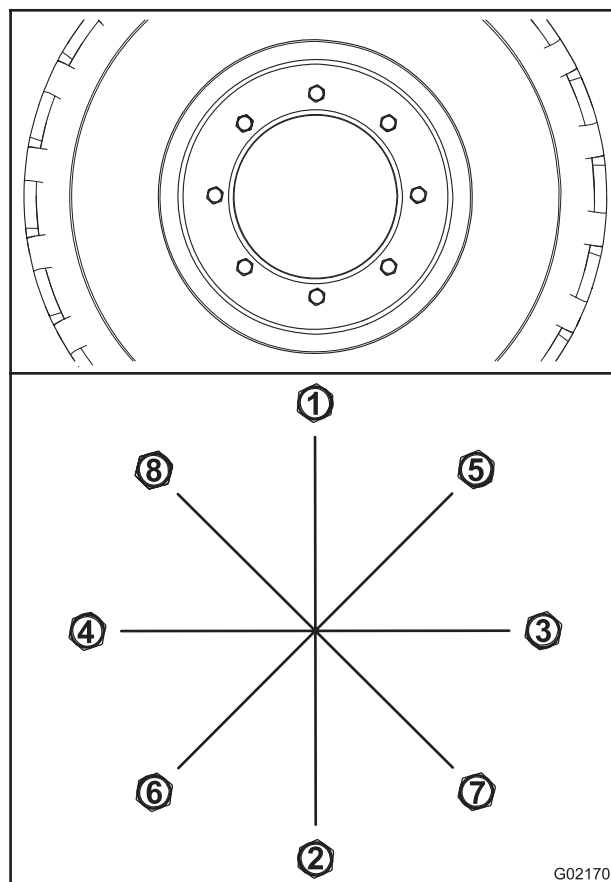

Рисунок 63
- А. Затяните все гайки колеса с моментом 100 Нм (75 фунт-футов) в последовательности, показанной на Рисунок 63.
- В. Затяните все гайки колеса с моментом 200 Нм (150 фунт-футов) в последовательности, показанной на Рисунок 63.
- С. Затяните все гайки колеса с моментом 300 Нм (225 фунт-футов) в последовательности, показанной на Рисунок 63.